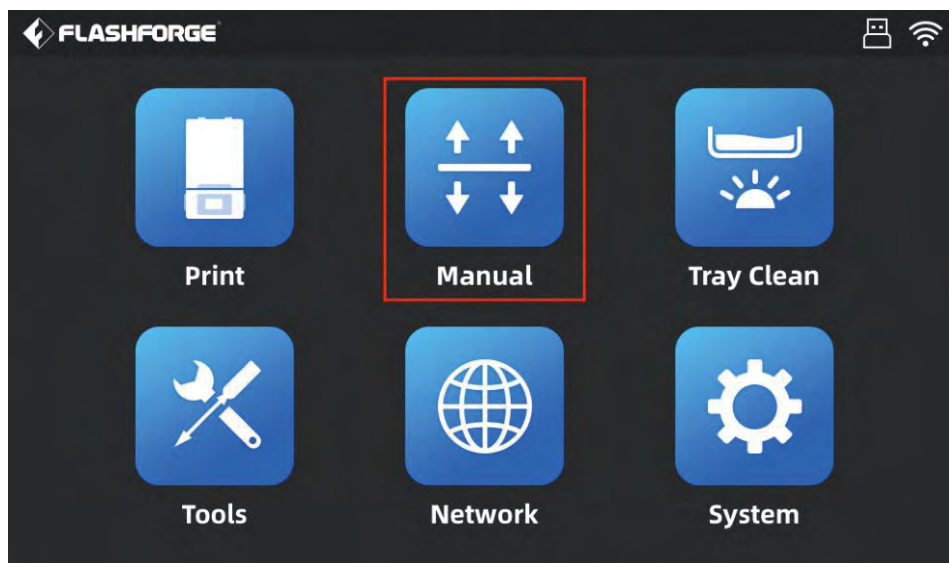

図11
4. 本機の電源を入れ、[Manual]をクリックします。(図11)